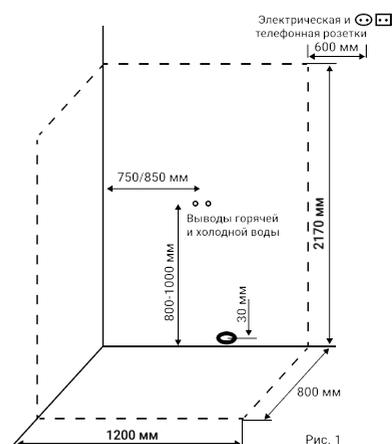

Рис. 1
7. Для обеспечения слива воды из поддона канализационная труба должна быть ниже дна поддона. Уровень канализации не должен превышать 30 мм от пола до центра канализационной трубы (**рис.1**).